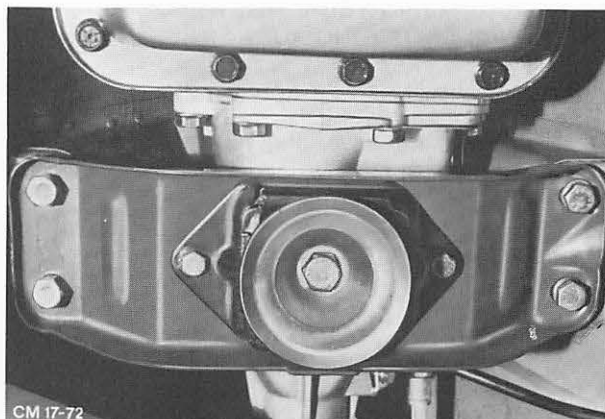

Abb. 118 Befestigung – Getriebetraverse
2. Getriebetraverse von der Bodengruppe und Verlängerung kompl. abschrauben (5 Schrauben). Abb. 118. Anschließend Getriebe vorsichtig absenken.